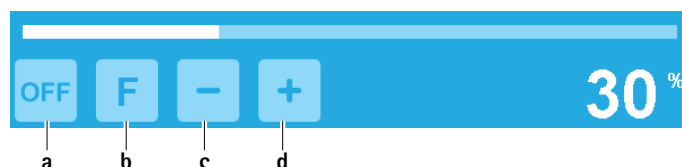

Fig. 7 Activación de la bomba de irrigación/función "Flush"
- Activar la bomba de irrigación. Accionar la tecla para conectar la bomba de irrigación **a**, ver Fig. 7.
- Desactivación de la bomba de irrigación: Accionar la tecla para desconectar la bomba de irrigación **a**, ver Fig. 7.